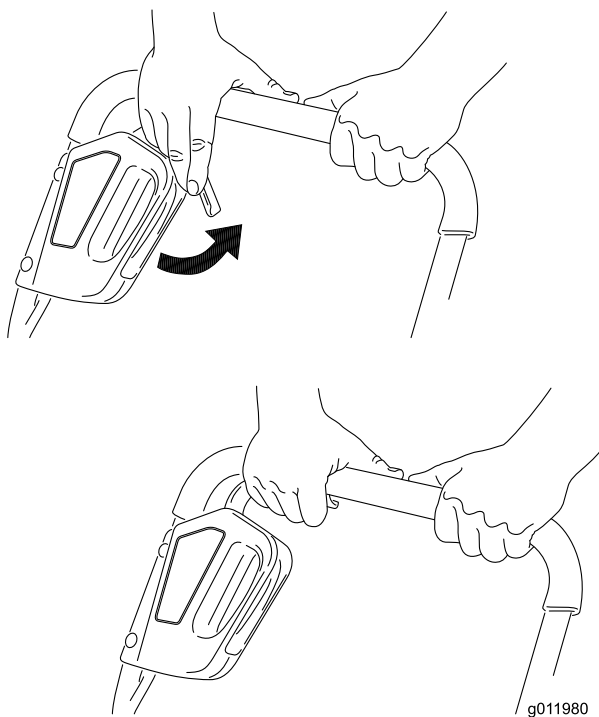

Figure 9
4. Serrez le levier de commande contre le guidon (Figure 9).